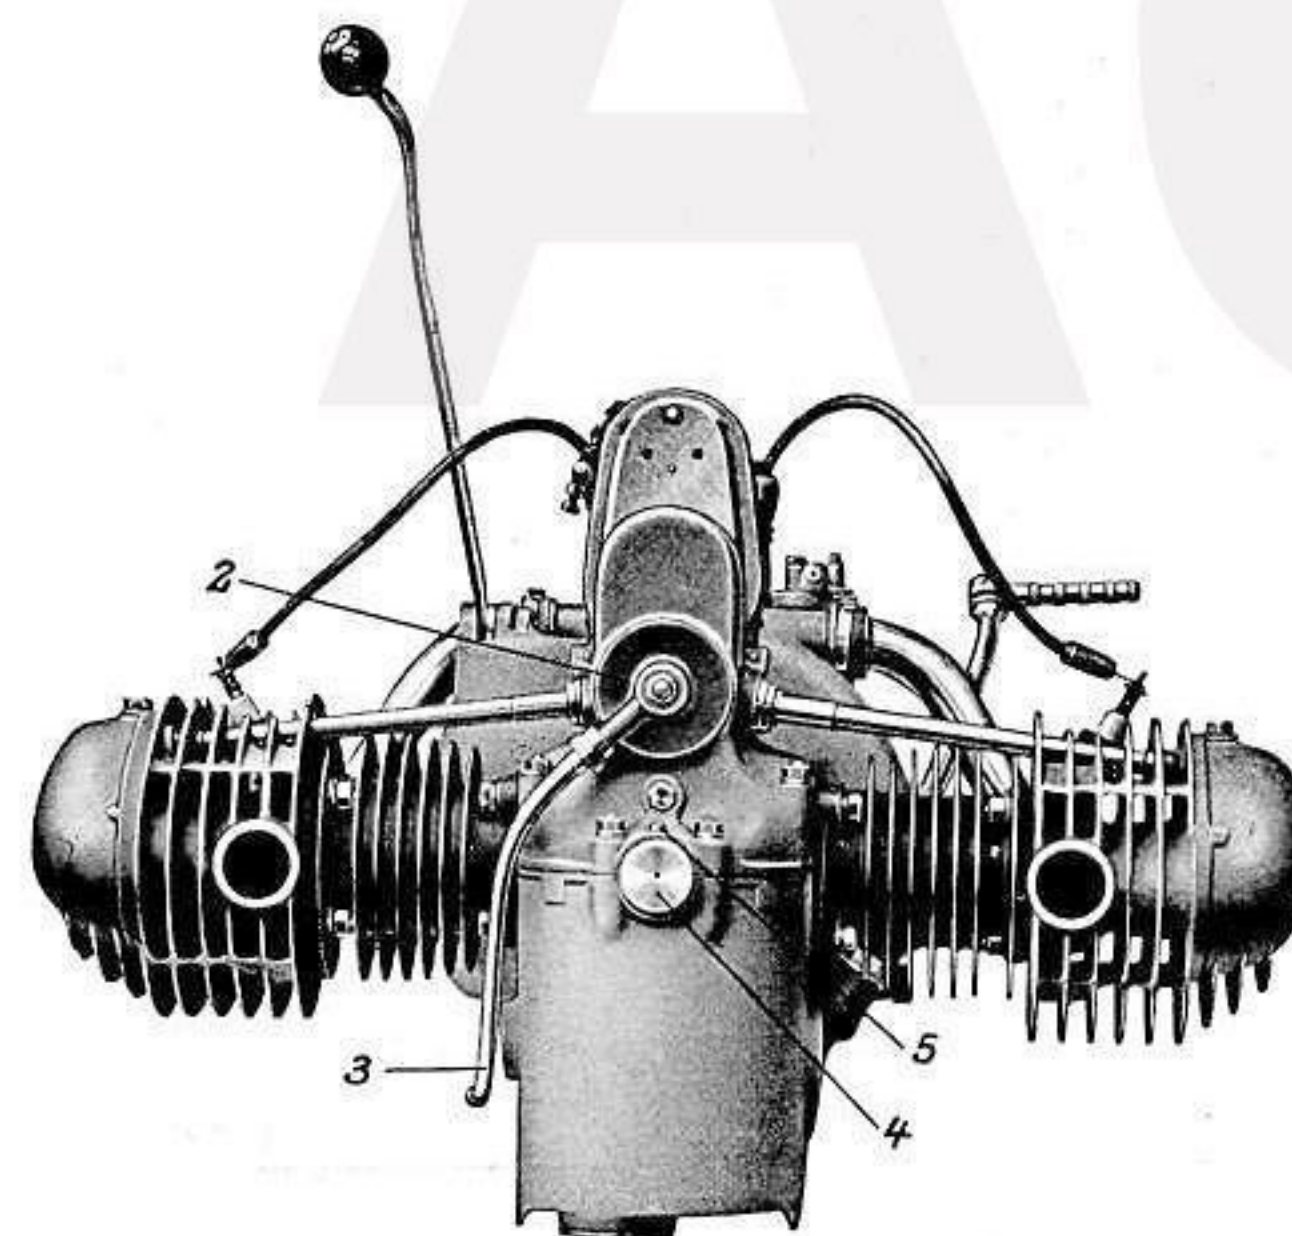
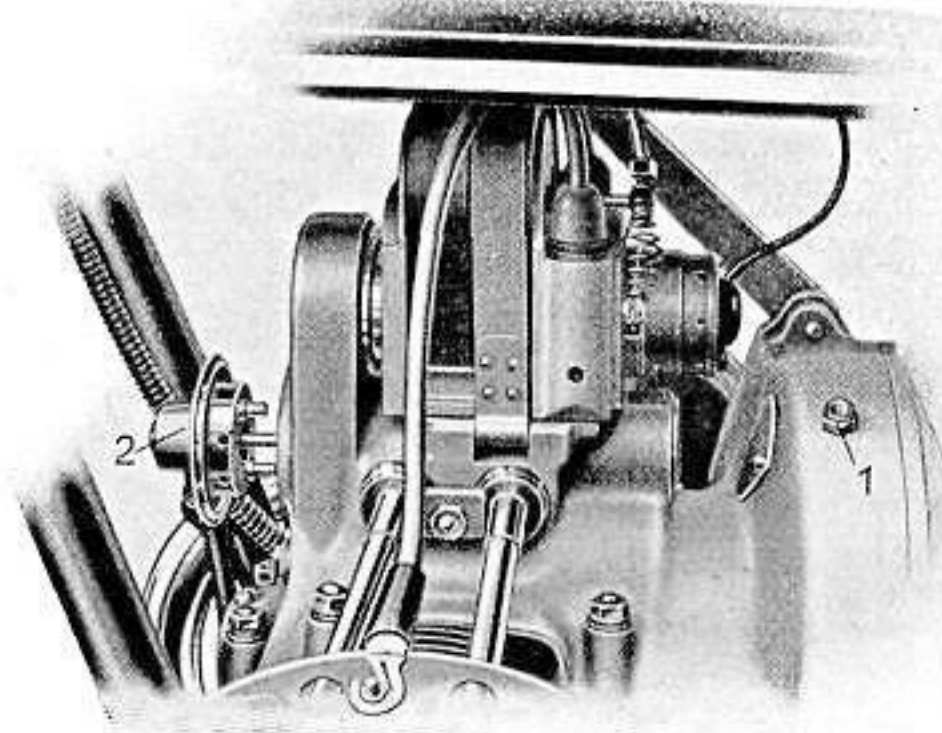

Abb. 8.
Abb. 16.
6. Entlüftung: Diese hat den Zweck, ein Herauspressen des Oles an den Trennfugen des Motorgehäuses durch den von den niedergehenden Kolben verursachten Luftdruck zu verhindern, und es ist darauf zu achten, daß die Entlüftung stets einwandfrei arbeitet. Der Entlüfter 2 (Abb. 8 und 16) befindet sich am Abschlußdeckel für die Steuerwelle. Bei laufendem Motor muß das stoßweise Austreten der Luft aus dem am Gehäuse angebrachten Entlüfterrohr 3 deutlich fühlbar sein.
Etwaige trotz des Seiher in die Ölpumpe gelangten Verunreinigungen setzen sich in der Düse 8 fest. Sie müssen entfernt werden, sobald der Motor nicht genug Öl erhält, was sich durch harten Gang des Motors und schließliches Heißwerden der Zylinder bemerkbar macht. Die Oldüse ist leicht von außen erreichbar und zwar ist es nur notwendig, den am Motorgehäuse vorne in der Mitte angebrachten Verschlußdeckel 9 nach Zurückdrehung der Sicherungsschraube 10 (siehe auch Abb. 8 Ziff. 4 und 5) abzunehmen, worauf die Düse 8 herausgeschraubt und gereinigt werden kann. Im übrigen empfiehlt es sich eine solche Reinigung der Oldüse alle 5000 km, damit das Festsetzen von Schmutz nach Möglichkeit vermieden wird.
6. Kontrolle und Montage: Soll aus irgend welchem Grunde der Entlüfter ausgebaut werden, so ist nur nötig, die Mutter **1** von dem Deckel an der Rückseite der Steuerwelle zu schrauben, worauf das Entlüftergehäuse **2** mit dem Bolzen an der Vorderseite des Motorgehäuseoberteiles abgenommen werden kann. (Abb. 16). Beim Einbau ist auf die in Abb. 8 ersichtliche richtige Stellung des Entlüftergehäuses besonders acht zu geben.